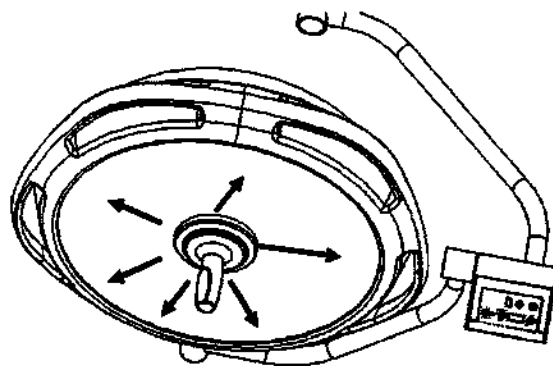

Рисунок 3-1 Чистка стекла
- При чистке и дезинфекции стекла его следует протирать от центра к краям, как показано на Рисунок 3-1. Не следует водить тряпкой вперед-назад или по кругу. Невыполнение данного требования может привести к повреждению поверхности стекла.